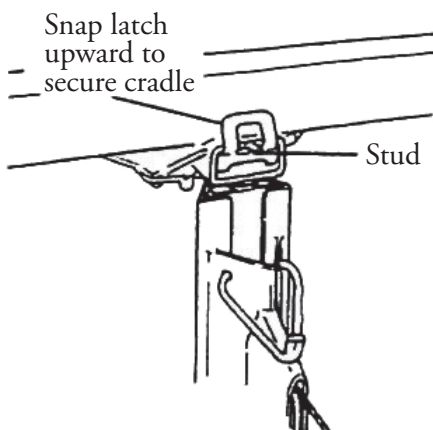

Bild. 7
- Sätt fast vaggan i stativet (Bild 7)